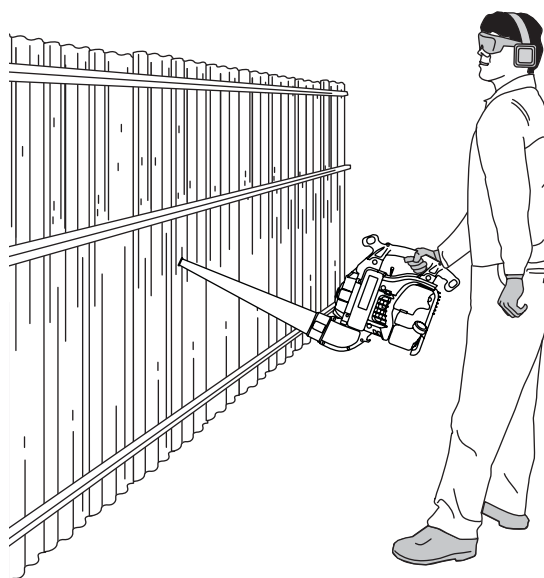

Fig. 15
3. Utiliser la souffreuse pour le nettoyage des murs, surplombs, palissades et moustiquaires (Fig. 15).